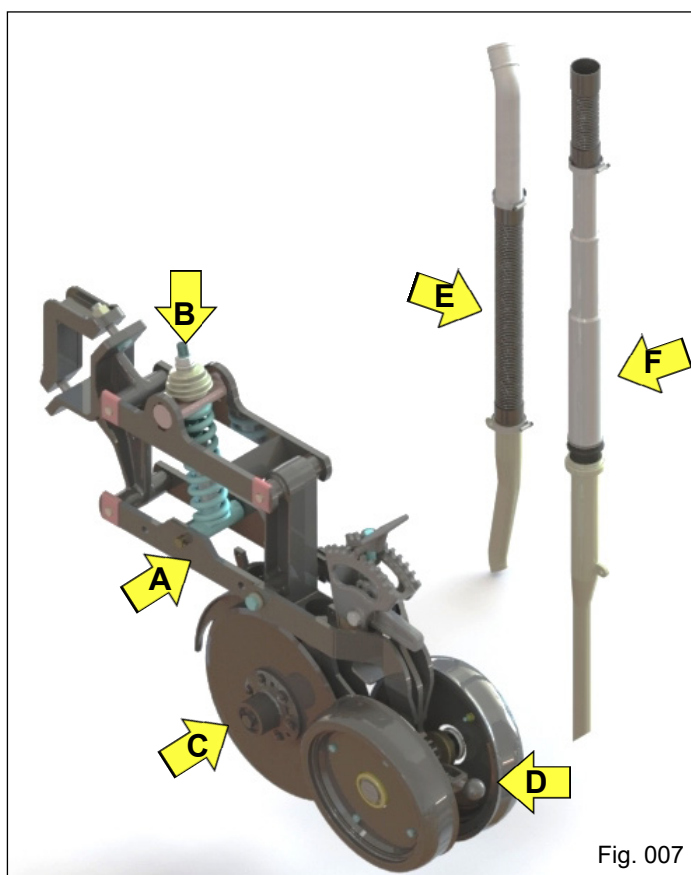

Fig. 007
- Possui menor comprimento (Fig.007), mais suavidade e estabilidade mesmo em terrenos irregulares;
- **Braços Pantográficos:** Permitem que o disco duplo e bandas controladoras de profundidade trabalhem acompanhando as irregularidades do solo ("A" Fig. 007);
- **Haste Reguladora de Pressão:** Haste com mola e munhão para regulagem da pressão das unidades sobre o solo ("B" Fig. 007);
- **Discos Duplos Defasados:** Suporte de ferro fundido para fixação dos discos duplos e condutores de adubo/sementes. Disco plano liso de 15" e 16", defasados(montados no mesmo alinhamento). Mancais blindados para uma melhor vida útil, sem graxeiras ("C" Fig. 007);
- **Controlador de Profundidade Pantográfico:** Sistema regulador de profundidade com regulagem do ângulo para cobertura do sulco ("D" Fig. 007);
- **Condutores de Adubo:** Construído de borracha sanfonada para acompanhar os movimentos das unidades semeadoras ("E" Fig. 007);
- **Condutores de Sementes:** Condutores de sementes telescópicos, que se ajustam entre o dosador e os discos duplos conforme de acordo com a movimentação das unidades no terreno. Possui interior liso e antiaderente, que facilita a distribuição de sementes("F" Fig. 007);